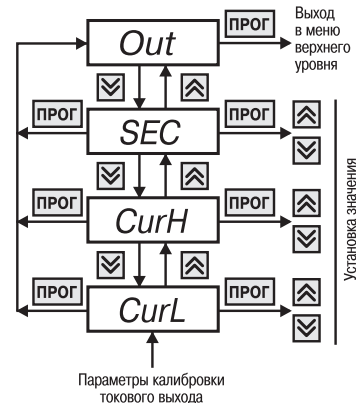

Рис. 20
6.2.2.9. Группа «Cur» (рис.20) предназначена для коррекции нижней (параметр «**CurL**») и верхней (параметр «**CurH**») границ выходного тока модуля с токовым выходом 4...20 мА, если он установлен в приборе. Код доступа для данной группы «_11».